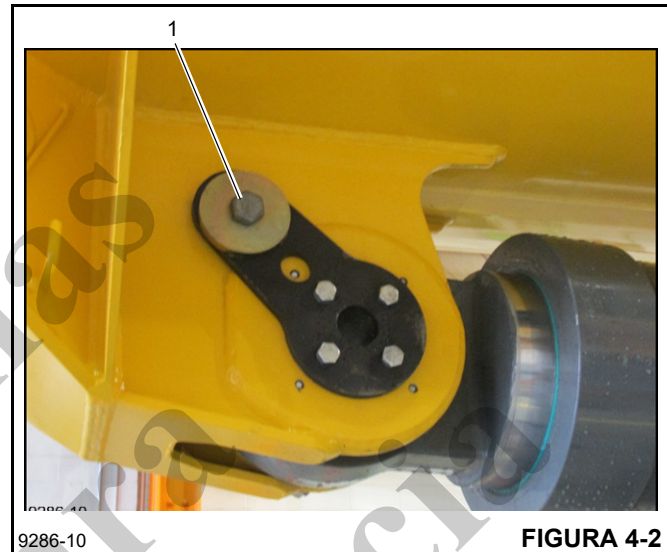

FIGURA 4-2
13. Remova o parafuso que prende o pino (1, Figura 4-2).